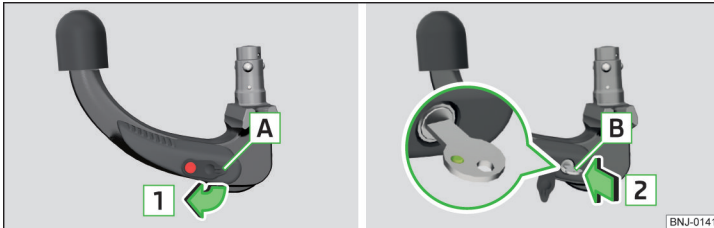

Abb. 151 Kappe vom Schloss abnehmen / Schlüssel in das Schloss stecken
- › Die Kappe **A** vom Schloss in Pfeilrichtung **1** » Abb. 151 abnehmen.